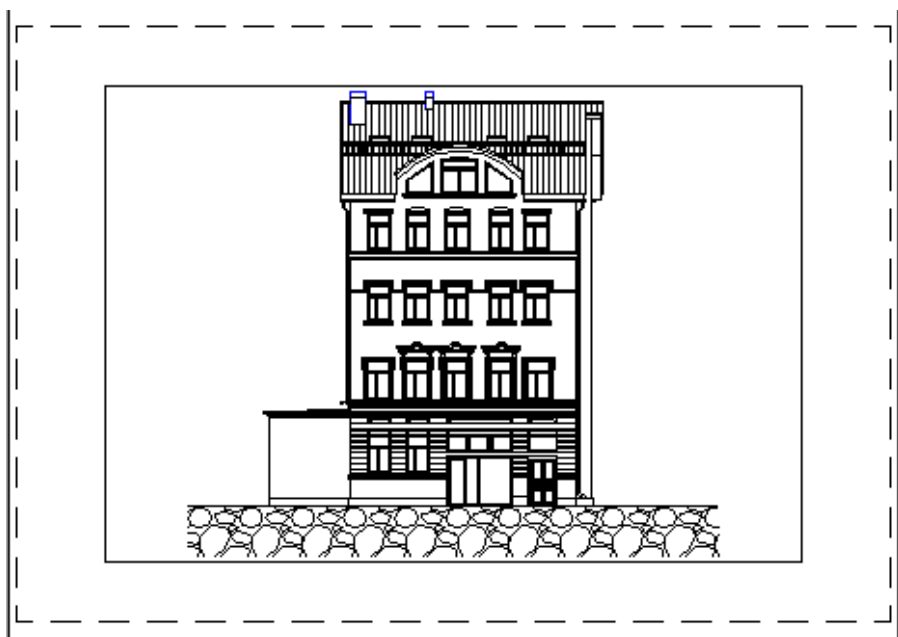

Рис. 19.20. Компоновка после настройки параметров страницы
- Щелкните мышью на любой вкладке **Layout** (Лист) в нижней части графической зоны окна программы. Появится лист с одним видовым экраном (рис. 19.20).
- Щелкните на кнопке **Apply to Layout** (Применить к листу), чтобы настройки печати были присвоены выбранному листу. Щелкните мышью на кнопке **OK** для выхода в пространство листа для размещения видов в плавающих видовых экранах. Как и ранее, появится заказанный лист бумаги с единственным видовым экраном и границами области печати, отмеченными прерывистыми линиями (рис. 19.20).